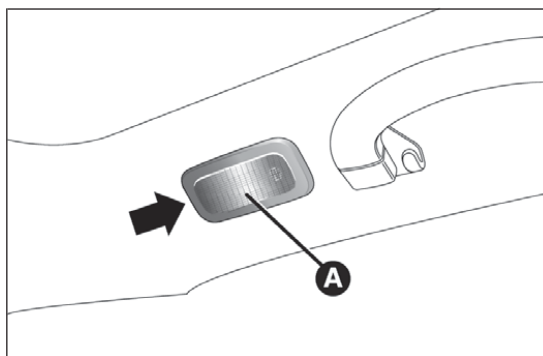

Abb. 197
- Auf den vom Pfeil angegebenen Punkt einwirken und die Deckenleuchte A Abb. 197 entfernen;
- Die Innenleuchte A Abb. 197 wieder in ihrer korrekten Position einsetzen, indem zuerst die eine Seite eingeführt wird und dann die andere bis zum hörbaren Einrasten eingedrückt wird.